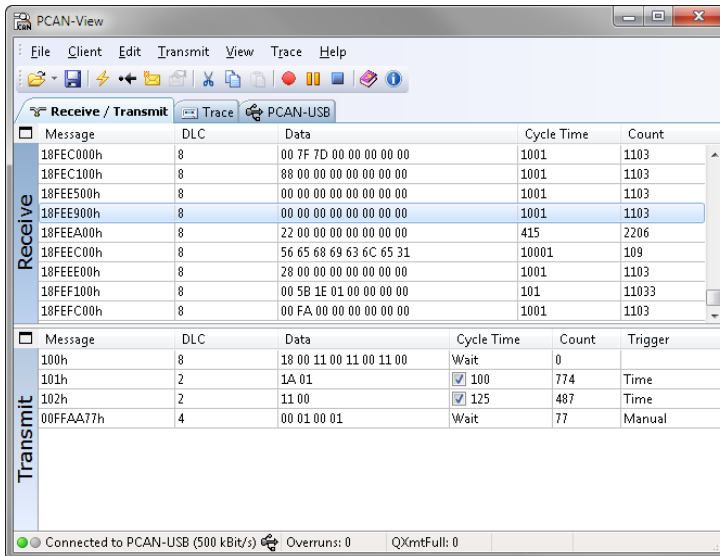

Abbildung 7: Registerkarte Senden/Empfangen
5. Bestätigen Sie abschließend die Angaben im Dialogfeld mit **OK**. Das Hauptfenster von PCAN-View erscheint (siehe Abbildung 7).